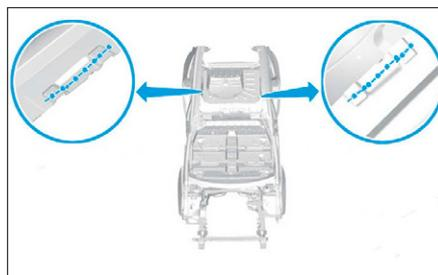

FIG. 153
- Préparer les zones d'accostage et les protéger par un apprêt soudable (Fig.153).